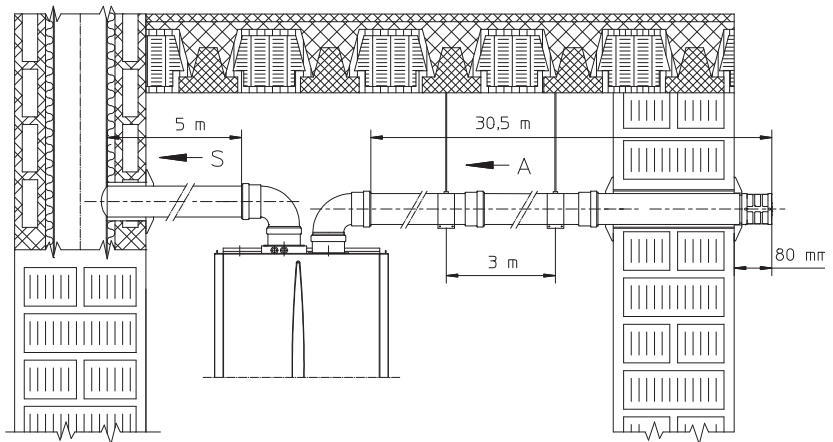

Fig. 1-28
- Pérdida de temperatura en los conductos de humos. Para evitar problemas de condensación de humos en el conducto de descarga Ø 80, debidos a enfriamiento a través de las paredes, es necesario *limitar la longitud del conducto de descarga a solamente 5 metros* (Fig. 1-28). Si se deben cubrir distancias superiores es necesario utilizar tubos Ø 80 termoestables (ver capítulo del kit separador Ø 80/80 aislado).